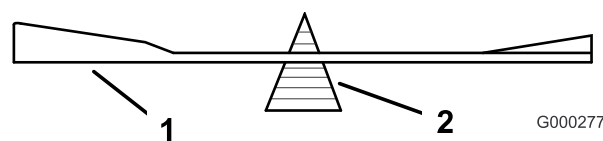
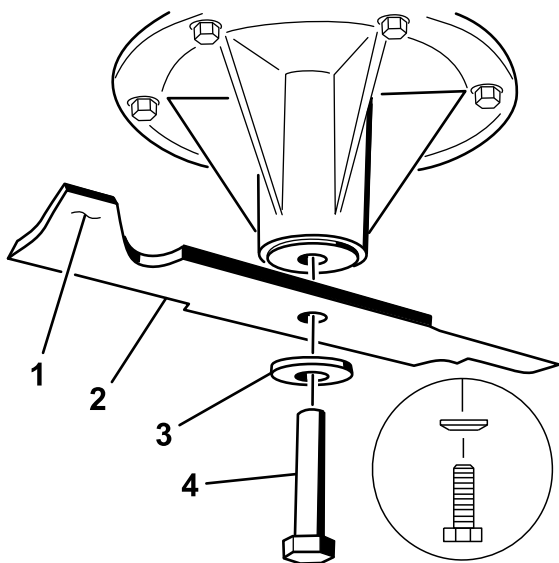

Figure 93
Figure 94
- Vérifiez l'équilibre de la lame en la plaçant sur un équilibreur (Figure 93). Si la lame reste horizontale, elle est équilibrée et peut être utilisée. Si la lame est déséquilibrée, limez un peu l'extrémité de la partie relevée seulement (Figure 94). Répétez cette procédure jusqu'à ce que la lame soit équilibrée.
- Placez la lame sur l'axe (Figure 94).
- Mettez en place la rondelle élastique et le boulon de la lame. Le côté bombé de la rondelle élastique doit être dirigé vers la tête du boulon (Figure 94). Serrez le boulon de lame à un couple de 115 à 150 Nm (85 à 110 pi-lb).